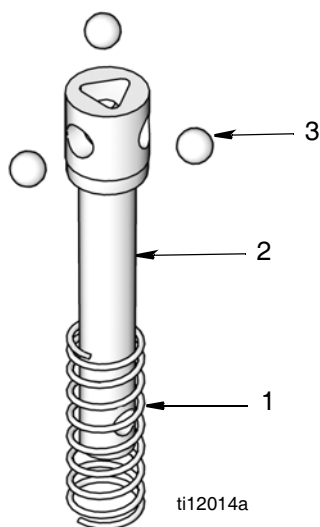

ABB. 42
1. Führen Sie die Kugeln (3) in die Auslösestange (2) (ABB. 42) ein.
2. Schieben Sie Auslösefeder (1) über die Auslösestange (2) (ABB. 42).